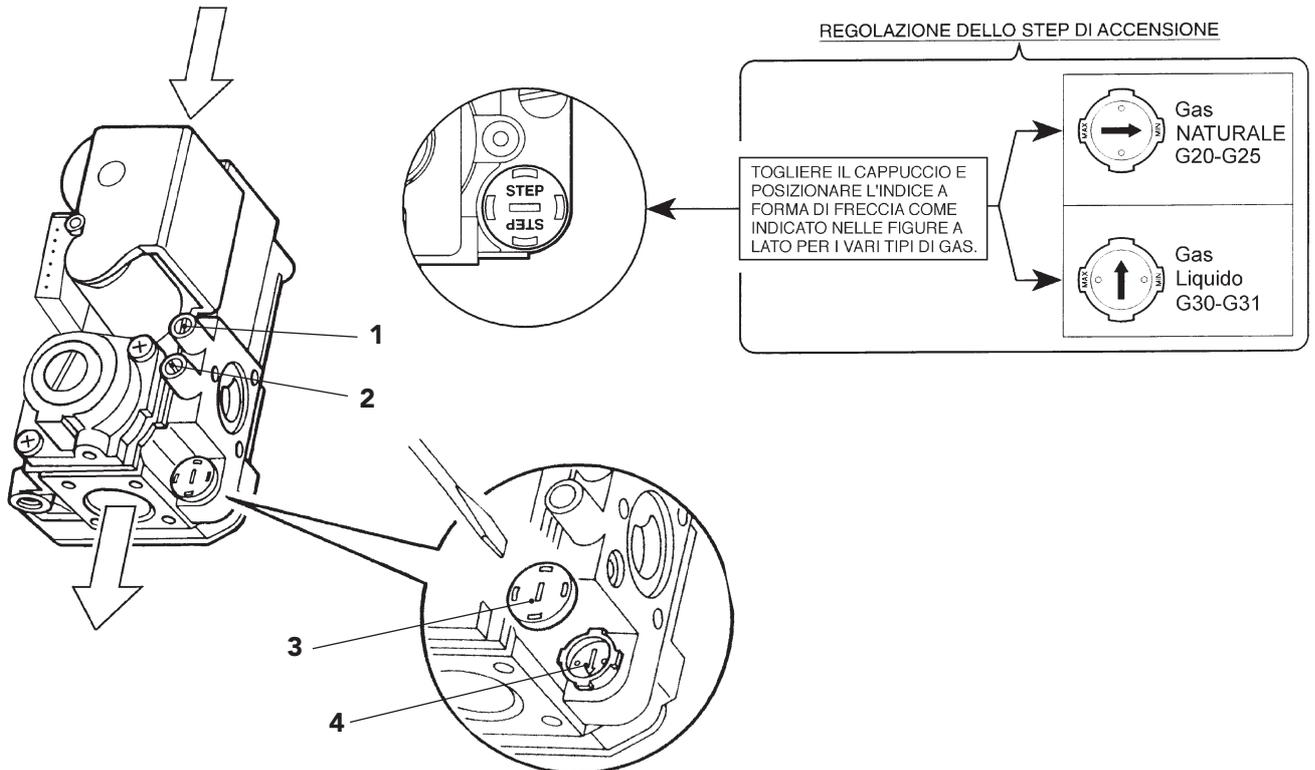

fig. 8
- 2 Togliere dalla valvola gas il piccolo cappuccio di protezione 3 (fig. 8). Con un piccolo cacciavite regolare lo "STEP" d'accensione per il gas desiderato (G20-G25 oppure G30-G31); rimettere quindi il cappuccio.